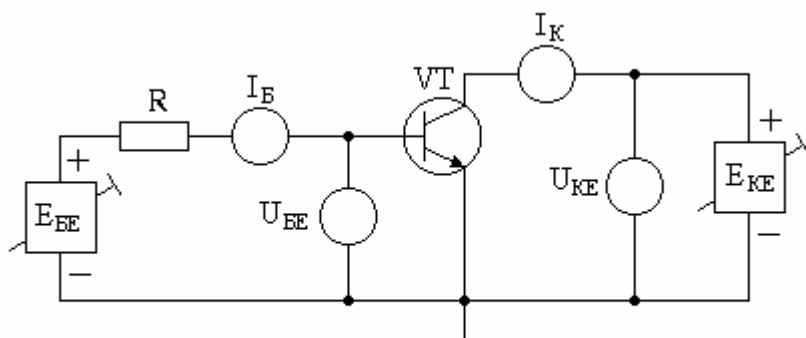
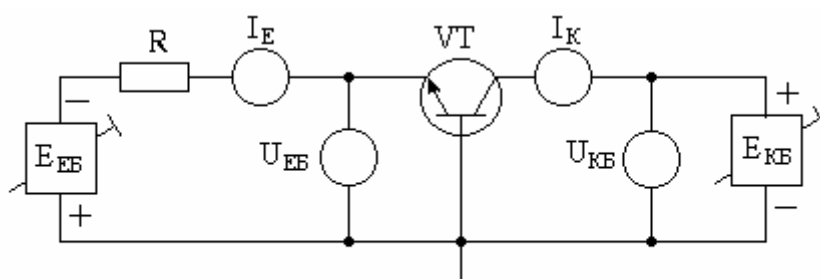

Рисунок 5.1 – Схема дослідження транзистора зі спільним емітером
Рисунок 5.2 – Схема дослідження транзистора зі спільною базою
- 4.1 Порівняти складені схеми дослідження (рис. 5.1), (рис. 5.2) з лабораторним стендом і знайти джерела живлення, органи керування та вимірювальні прилади.